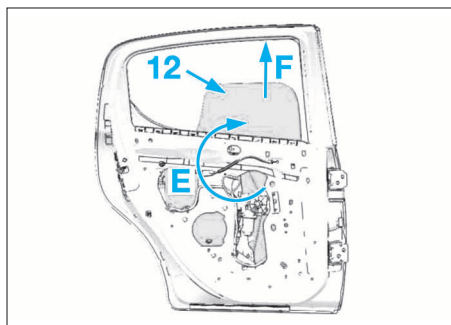

FIG. 71
- Extraire la vitre de porte AR (12) comme illustré en E et F (Fig.71).